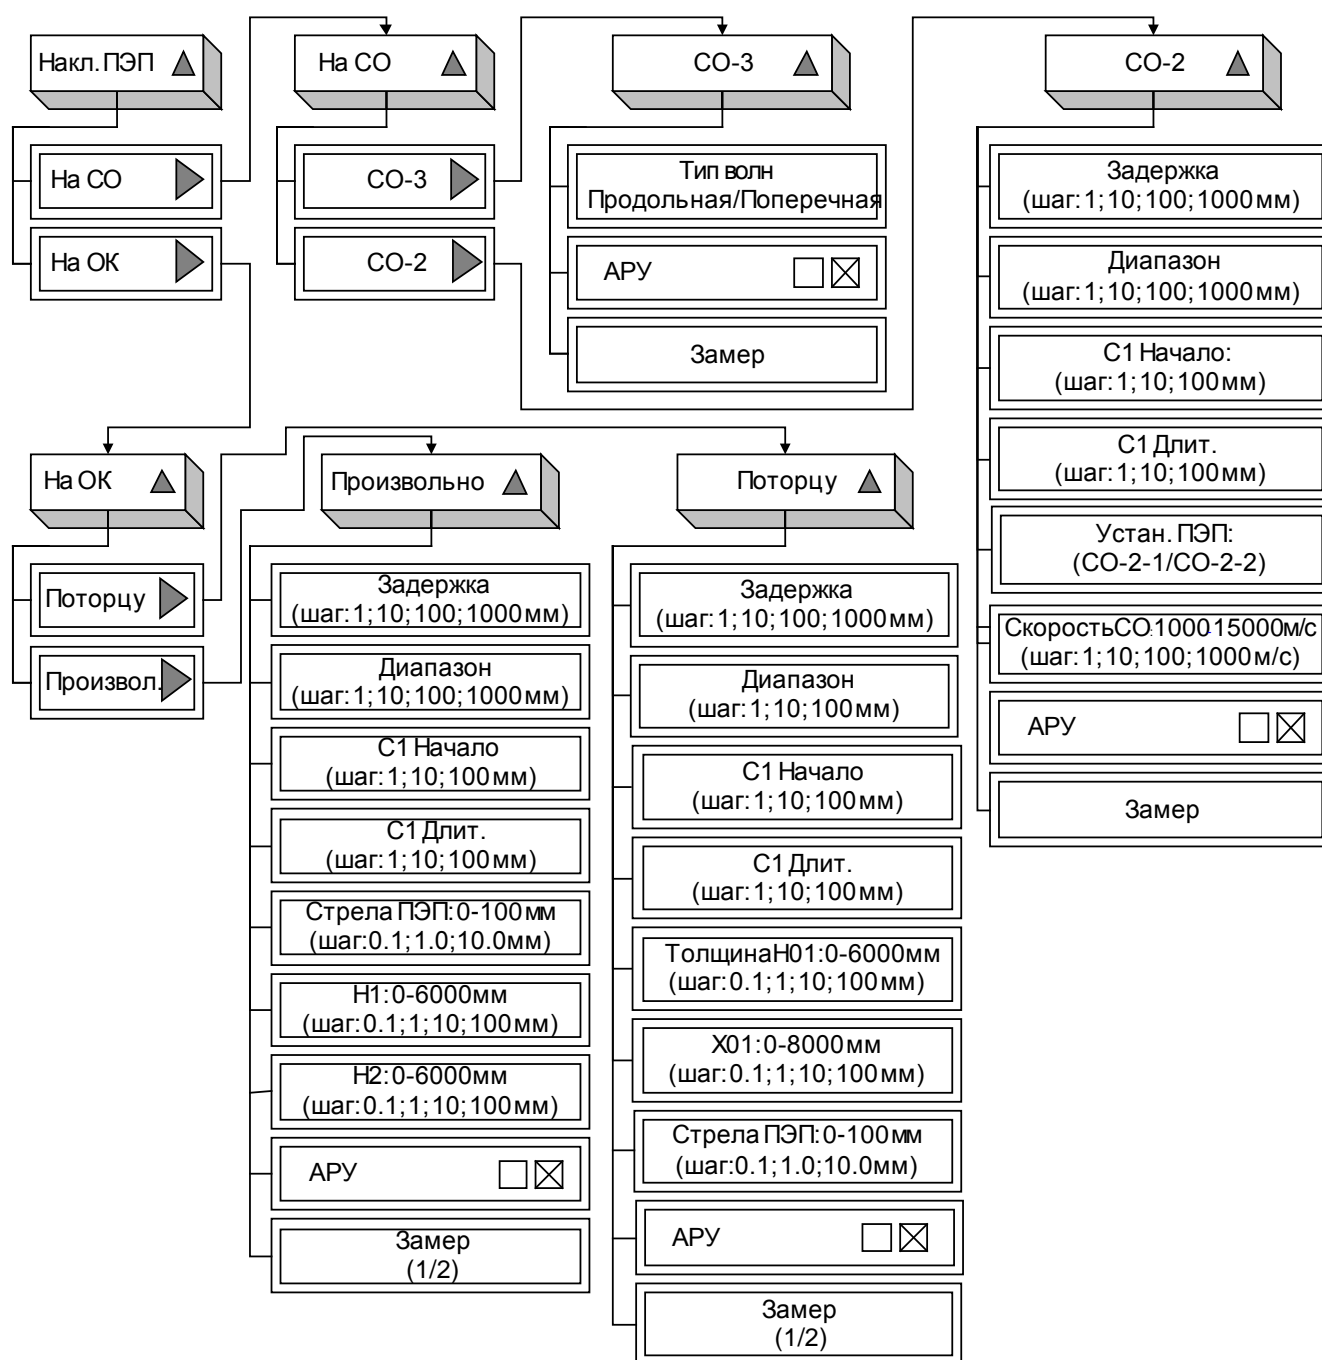

Рисунок 26 – Подменю «Наклонные ПЭП»
6.3.1.7.7.2 Пункт «Наклонные ПЭП»: открывает подменю для калибровки наклонных типов ПЭП и содержит пункты (рисунок 26):